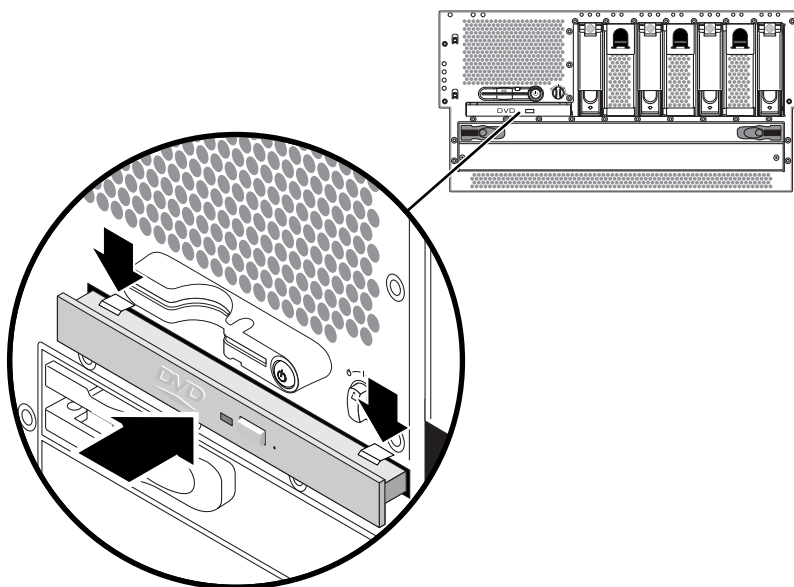

FIGURA A-2 Installazione dell'unità DVD
5. Fare scorrere l'unità DVD nel sistema, finché le due linguette di blocco dell'unità DVD non scattano in posizione (**FIGURA A-2**).